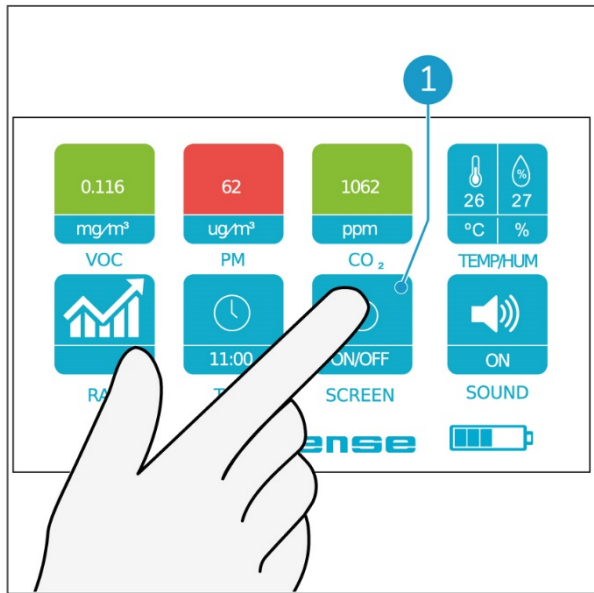

Figure 22
1. Touchez du doigt le bouton SCREEN (Figure 22, position 1) pour éteindre l'écran.